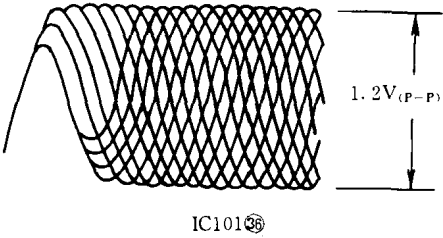
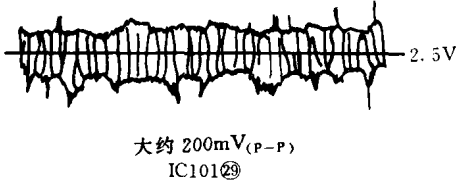
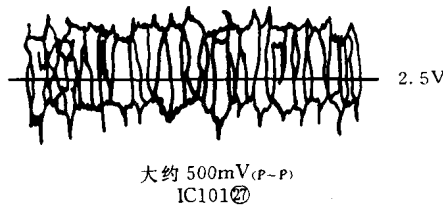
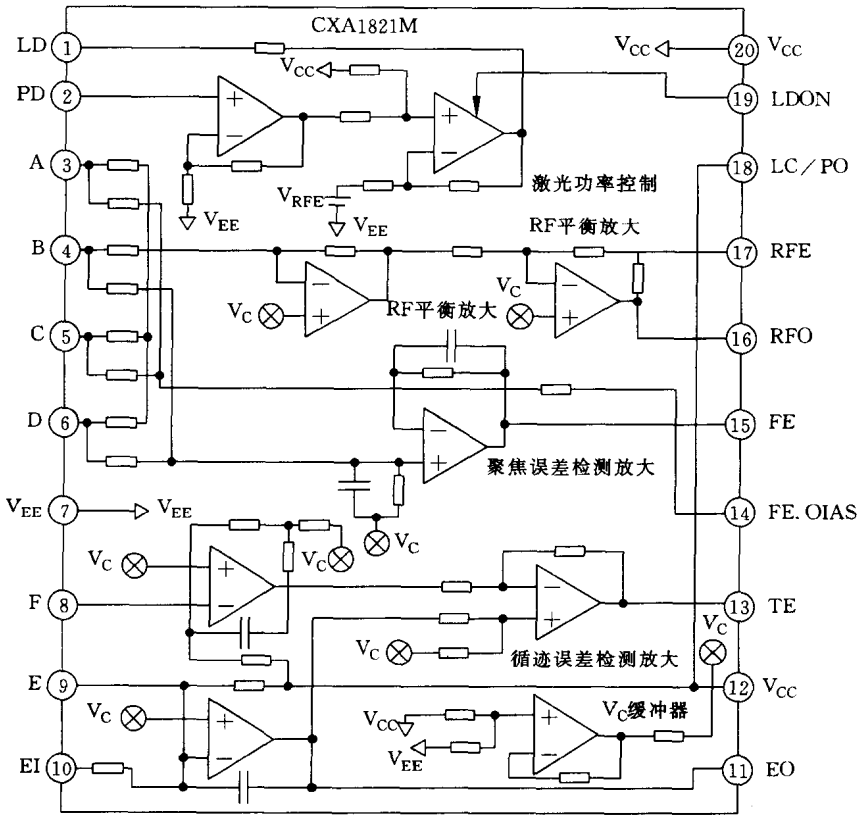

图 2-4 RF 信号测试波形
图 2-5 聚焦误差信号的测试波形
图 2-6 循迹误差信号测试波形
图 2-7 CXA1821M 内部的功能框图
① 当播放光盘时,机芯控制微处理器输出一个激光二极管(LD)导通信号,使 APC 自动功率控制电路工作,从 IC103(CXA1821M)的①脚输出一个控制信号去驱动 Q101、由 Q101 输出的驱动电流再去驱动激光二极管发出激光。PD 是用来检测激光二极管的激光强度,它是根据激光功率的大小输出激光检测信号,在 CXA1821M 内部通过放大和 APC 自动功率控制电路去控制 LD 激光二极管的激光强度。在 PD 激光功率检测电路中设有一个激光功率调节电位器,该电位器安装在激光头组件排线板上,通过调节电位器可以改变 LD 激光二极管发光强弱。
② LD 激光二极管发射的光通过光盘反射回来此时的反射光已包含音像信息,然后照射到田字形的 4 个(A、B、C、D)检测器上,将光信号转换成为电信号,这时的电信号分为两路,一路为 R1、R3、R5、R7,混合后在 CAX1821M 电路里进行加法放大和 RF 均衡放大,对频率进行补偿,最后,由 CXA1821M 的⑩脚,输出 RF 射频信号,在影碟机中,RF 信号设有一个测试点,用示波器可以测出该点的波形如图 2-4 所示,通过测试 RF 波形可以知道 CXA1821M 的射频信号是否正常,如没有该波形机器就无法解调出音频和视频信号。另一路,是在田字形的光敏二极管上通过 A+C 把 R2、R4 相加,送入聚焦误差放大电路,通过 B+D 把 R4、R8 相加送入聚焦误差的放大电路,经放大后由 CXA1821M 的⑮脚输出聚焦误差信号,在影碟机中设有 FE 误差信号测试点,用示波器可以测出该点的正常波形,如图 2-5 所示。
③ E、F 两个光敏检测器,经过光电转换后分别送入 CXA1821M 里进行循迹误差放大,然
后由⑬脚输出循迹误差信号在影碟机中设 TE 循迹误差测试点,用示波器可以测出该点的正常波形如图 2-6 所示,通过以上各类电路的处理后 RF 射频信号输出到视频和音频解调电路,聚焦误差信号和循迹误差信号输出到伺服电路。CXA1821M 内部的功能框图如图 2-7 所示。